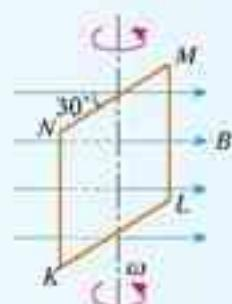

图5.1-5 线框绕竖直轴以角速度 ω 匀速转动
5. 如图5.1-5所示，KLMN是一个竖直的矩形导线框，全部处于磁感应强度为B的水平匀强磁场中。线框面积为S，KL边水平。线框绕某竖直固定轴以角速度 ω 匀速转动。在KL边与磁场方向到达 30° 角的时刻（图示位置），导线框中产生的瞬时电动势e的大小是多少？标出线框此时电流的方向。已知线框按俯视的逆时针方向转动。